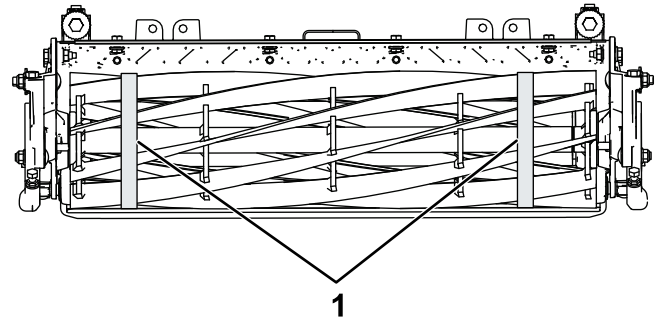

Figura 28
3. Utilizando uma fita de medição do diâmetro, meça o diâmetro externo do cilindro em ambas as extremidades (Figura 28); a diferença no diâmetro externo entre as extremidades deve ser inferior a 0,250 mm. Se a diferença for superior, amole para corrigir a diferença.